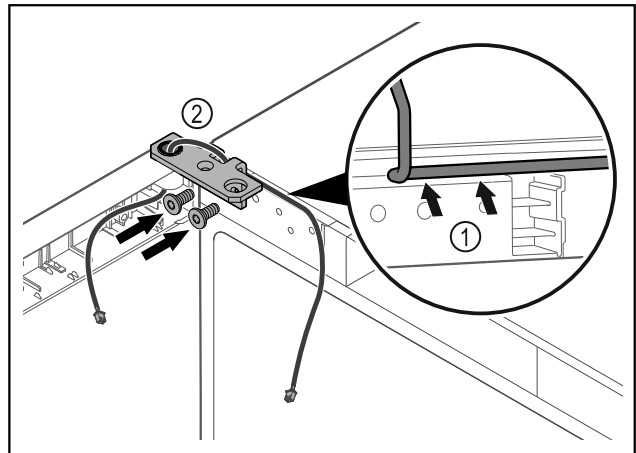

Fig. 35
- Introdurre il cavo nel foro della cerniera angolare e posarlo con cautela Fig. 35 (1).
- Avvitare la cerniera angolare Fig. 35 (2).